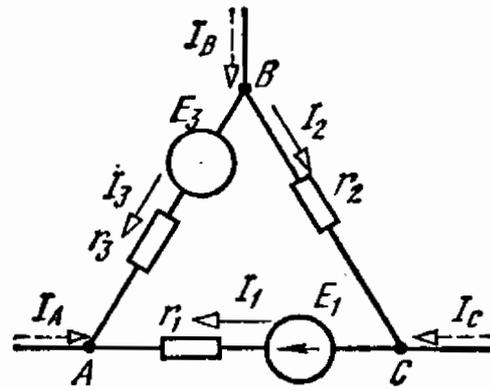

Рис. 1.30
1.30. Определить величину и направление э. д. с. E_3 замкнутого контура, образованного ветвями AC , CB и BA схемы рис. 1.30, если заданы: $r_1 = 4$ Ом, $r_2 = 10$ Ом, $r_3 = 4$ Ом, $E_1 = 18$ В, $I_1 = 2$ А, $I_2 = 5$ А, $I_3 = 8$ А. Составить баланс мощностей участков и определить токи I_A , I_B и I_C ветвей, при помощи которых контур $ABCA$ подключен к части схемы, не изображенной на рисунке.